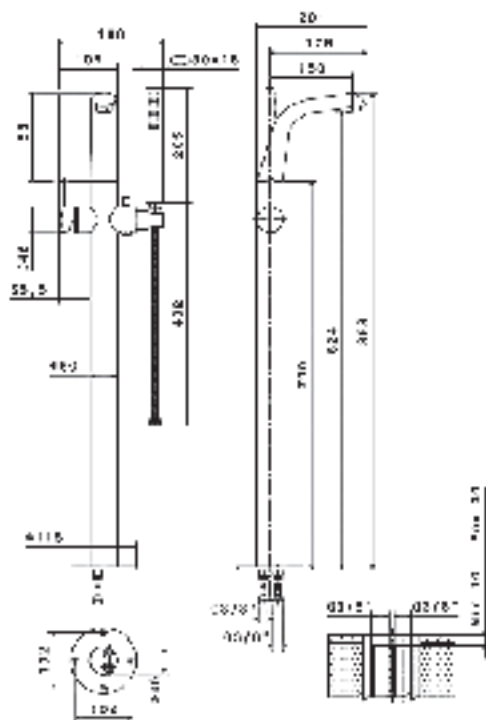

图1
1. 请选择安装混合水龙头的位置, 然后按照图1的信息准备好热水的软管接口.